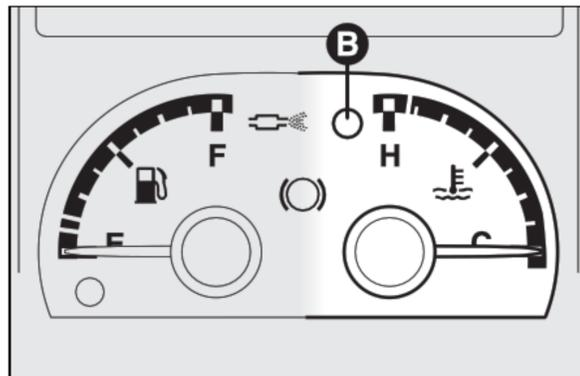

fig. 15
**ENGINE COOLANT TEMPERATURE GAUGE fig. 15**